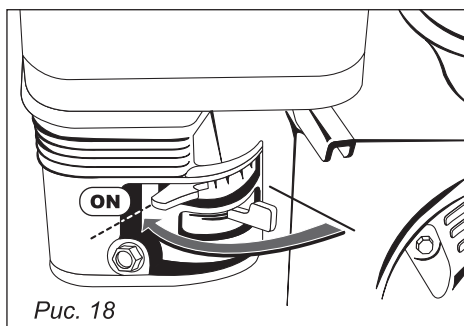

Рис. 18
4. Поверните ручку управления воздушной заслонкой в положение «ON» (холодный старт двигателя), (рис. 18).